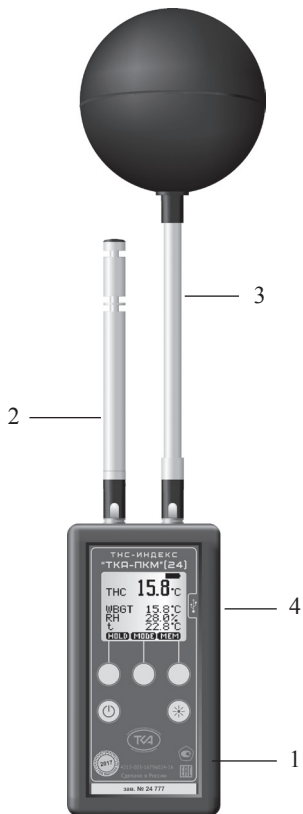

Рис.1 – Внешний вид прибора “ТКА-ПКМ”(24)
5.1 Приборы комбинированные выпускаются в компактном портативном исполнении. Конструктивно прибор состоит из трех функциональных блоков: измерительной головки №1 (ИГ №1), измерительной головки №2 (ИГ №2) и блока обработки информации (БОИ) (Рис.1).
5.4 Конструкция прибора позволяет подключать измерительные головки к БОИ как напрямую, так и через кабель-удлинитель. Один из кабелей-удлинителей позволяет установить подключенную к нему ИГ №2 с черным шаром (3, Рис.1) на штатив. Зонды можно подключать в любом порядке к соответствующему разъему на верхней торцевой крышке включенного прибора.